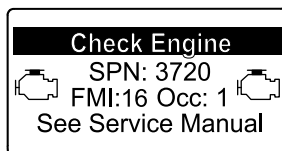

Figura 54
- Avvertenza motore SPN 3720, FMI 16 (Figura 54)